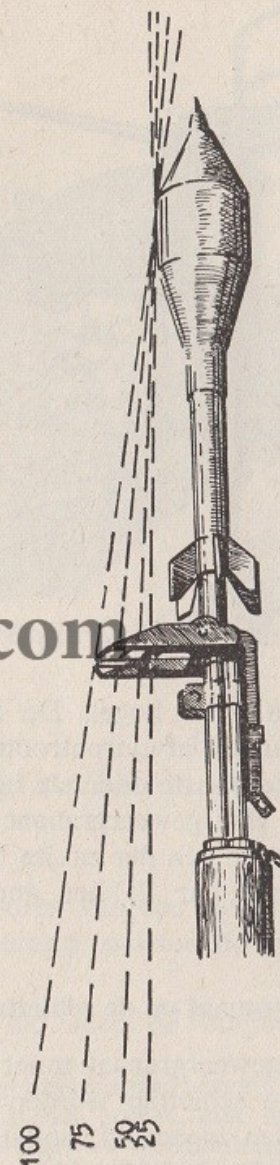

Fig. 9
- (1) Draai de vleugelmoer los, leg de schroef om en klap het scharnier omhoog.
- (2) Plaats de schiettap om en op de tromp van de loop; de vleugelmoer moet naar beneden wijzen.
(3) Klap het scharnier dicht; zorg ervoor dat de vierkante uitsparing in het scharnier om de bajonetnok grijpt.
(4) Leg de schroef om en draai de vleugelmoer vast.
c. *Gebruik* – Het gebruik is zeer eenvoudig (fig. 9). Voor het richten b.v. op 75 yards, moet er voor worden zorggedragen dat de 75 yardsboog van het vizier samenvalt met de ronde bovenkant van de kop van de geweergranaat.